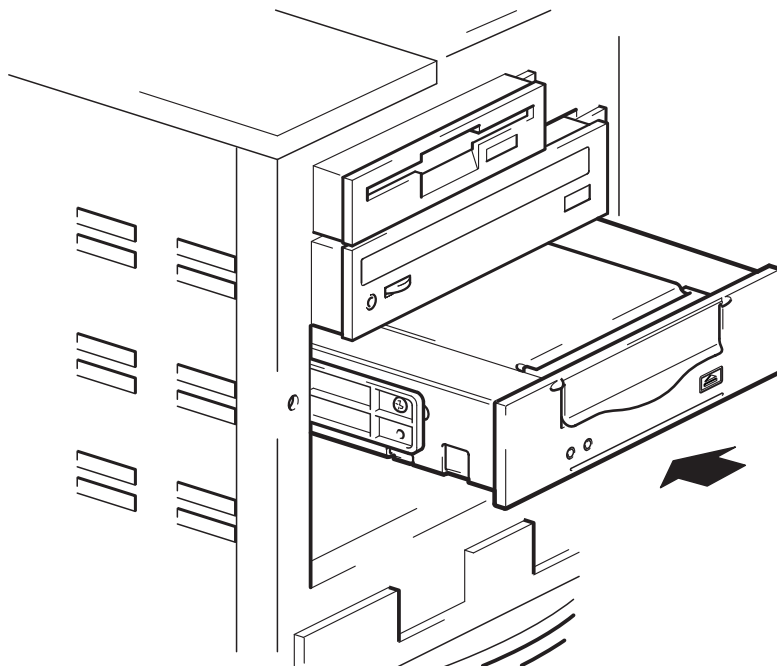

Рис. 6. Установка стримера
1. Вставьте стример в свободный отсек, выровняв лоток или полозья относительно направляющих (см. Рис. 6).